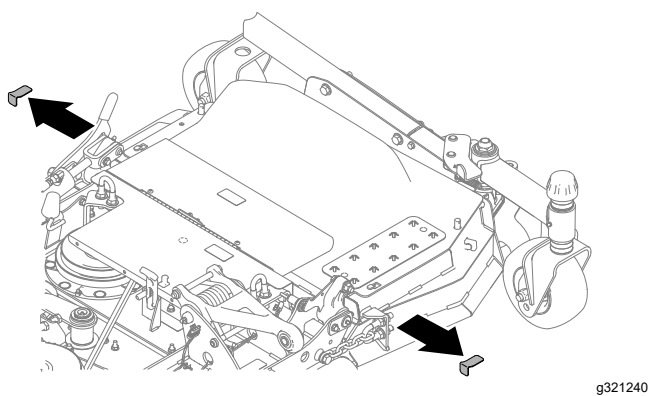

Figura 38
6. Rimuovete gli spessori o gli spessimetri (Figura 38).